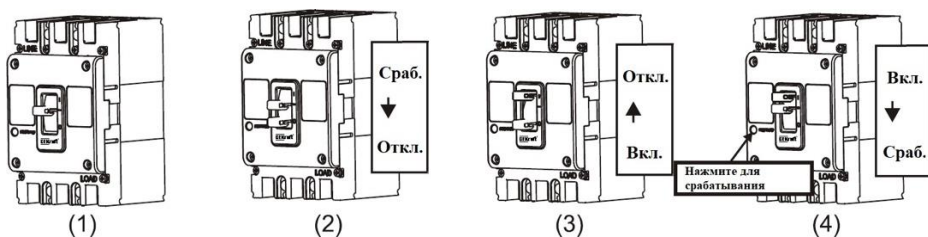

Рисунок 1. Проверка положения рукоятки выключателя автоматического
1. По умолчанию выключатель автоматический находится в положении «TRIPPING» (СРАБАТЫВАНИЕ), см. Рисунок 1 (1).
2. Переведите изделие в положение «OFF» (Отключено), см. Рисунок 1 (2).
3. Повторно включите выключатель автоматический и переведите ручку в положение ON (ВКЛЮЧЕНО), см. Рисунок 1 (3).
4. Нажмите на красную кнопку «PUSH TO TRIP» (ТЕСТ), чтобы вернуть рукоятку выключателя автоматического в положение «СРАБАТЫВАНИЕ», см. Рисунок 1 (4).